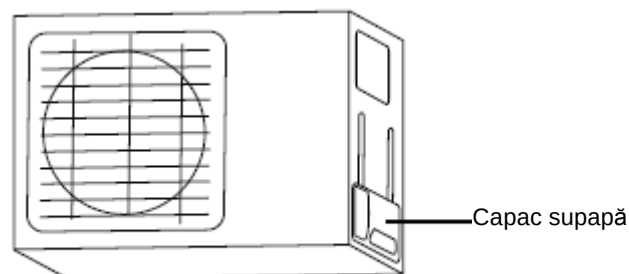

Fig. 5.9
1. Deșurubați capacul supapei ceva din lateralul unității exterioare (consultați Fig. 5.9).